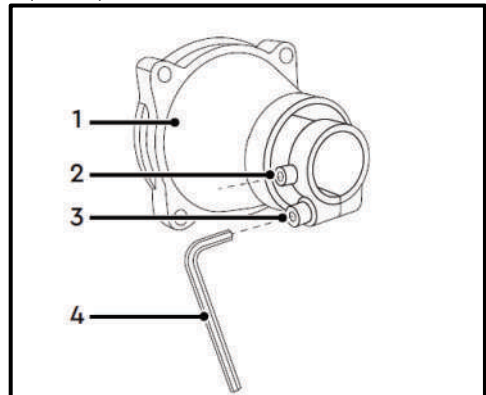

Рис. 11
- Повністю викрутіть ключем (4) (4 мм) гвинт (2) та послабте гвинт (3) верхнього редуктора (1) (Рис. 11).